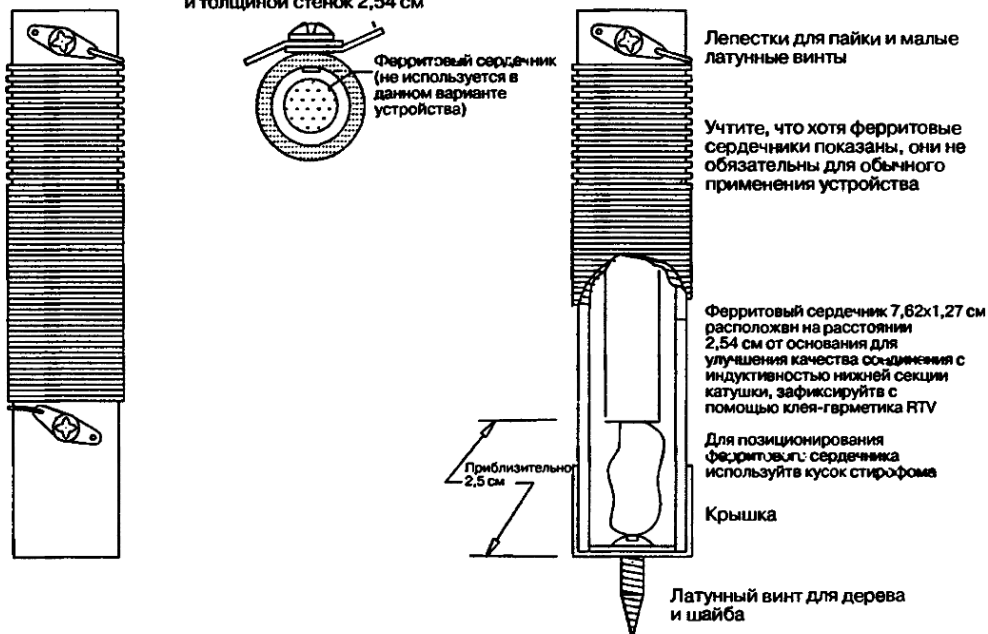

Рис. 18.4. Катушка защитного дросселя СНК1
| CHK10 | 2 | Дроссели в сборе, см. рис. 18.4 | |
4. Соберите дроссели СНК1, как показано на рис. 18.4 (понадобятся два дросселя).